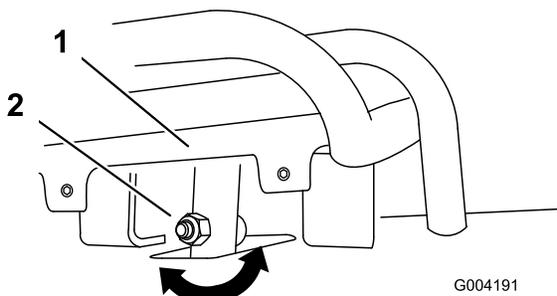
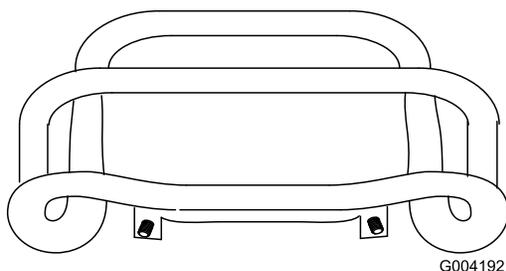

Рисунок 54
Рисунок 55
4. Если передняя часть рычага управления тягой не встает перпендикулярно контрольной штанге и вровень с ней, ослабьте гайку с буртиком и болт в хвостовике рычага управления тягой (Рисунок 54).
5. Отрегулируйте рычаг управления тягой таким образом, чтобы при перемещении назад он вставал вровень с контрольной штангой (Рисунок 54 и Рисунок 55).
- C. Ослабьте гайку с фланцем и болт в хвостовике рычага управления тягой (Рисунок 54).
- I. Отрегулируйте рычаг управления тягой таким образом, чтобы при перемещении назад он вставал вровень с контрольной штангой (Рисунок 54 и Рисунок 55).